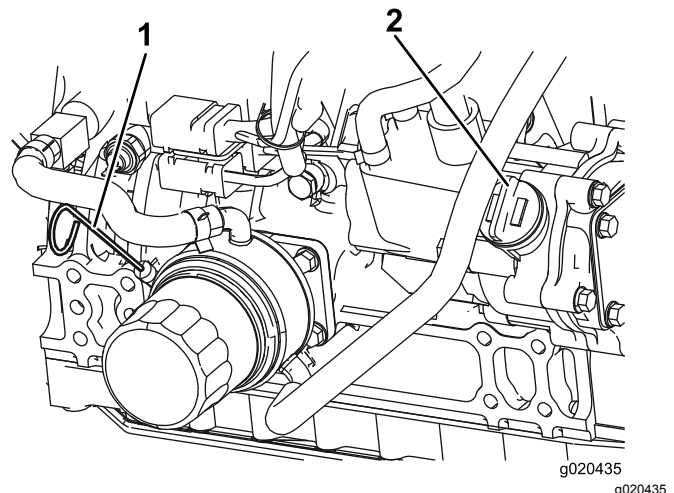

Figure 59
3. Sortez la jauge, essuyez-la sur un chiffon propre, remettez-la dans le goulot de remplissage, puis ressortez-la. Le niveau d'huile doit se situer entre les repères minimum et maximum (Figure 59).
- Si le niveau d'huile est trop bas, enlevez le bouchon de remplissage (Figure 59) et faites l'appoint d'huile jusqu'à ce que le niveau se situe entre les repères minimum et maximum. **Ne remplissez pas excessivement.**